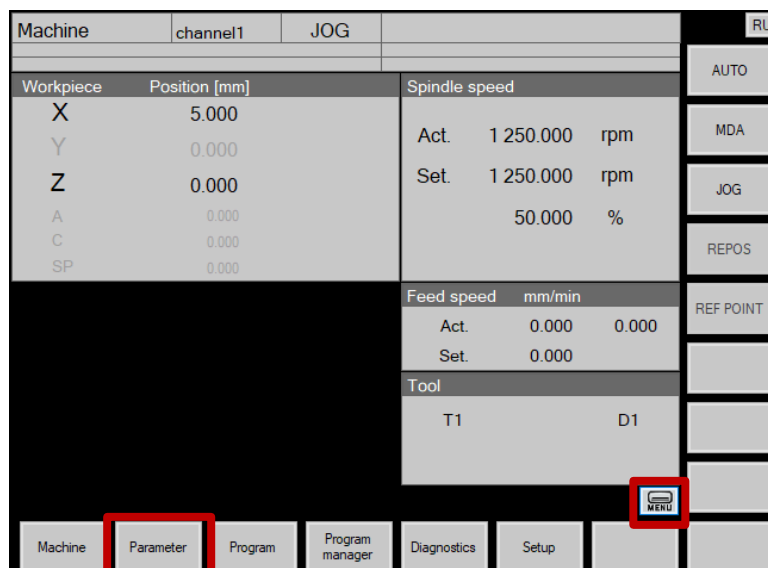

Рис.82. Кнопки «Menu» и «Parameter»
4. Перейти в меню «Parameter», вызвав главное меню и нажав на соответствующую кнопку под экраном (рис.82);